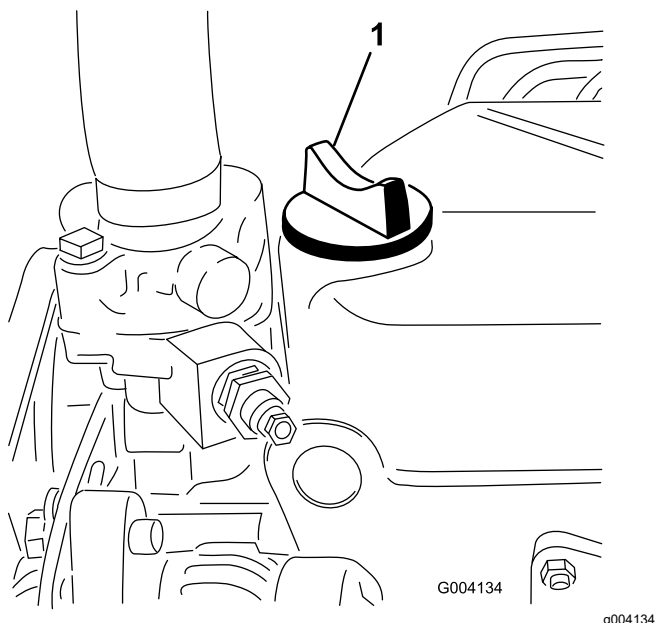

Figura 52
5. Se o nível de óleo se encontrar abaixo da marca CHEIO da vareta, retire a tampa de enchimento (Figura 52) e adicione óleo até que o nível atinja a marca CHEIO.